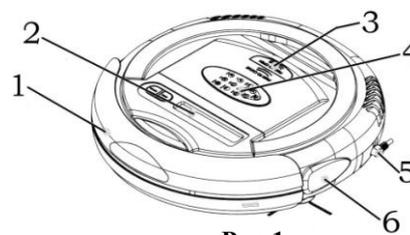

Рис.1
1. Ручная зарядка - вставить разъем кабеля сетевого адаптера в разъем (5) пылесоса (Рис.1) и затем вставить адаптер в розетку 220В;